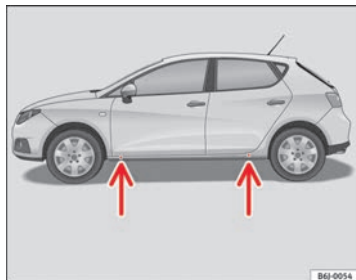

Fig. 149 Punti di appoggio per il cric
- Applicare il cric al longherone inferiore del veicolo nel punto di appoggio più vicino alla ruota da sostituire ⇒ **fig. 149**.
Sul montante inferiore sono segnati i punti a cui applicare il cric ⇒ **fig. 149**. Per ogni ruota esiste un unico punto di sollevamento. Non collocare il cric in altri punti.